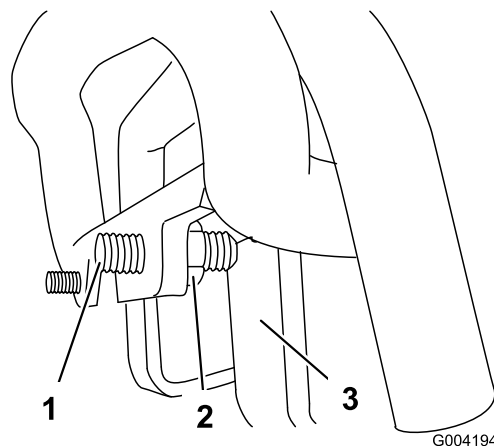

Figura 54
3. Se il trattore devia verso **sinistra**, allentare il controdado **destra** e regolare la vite di registro sulla parte anteriore del comando della trazione (Figura 54).
4. Se il trattore devia verso **destra**, allentare il controdado **sinistro** e regolare la vite di registro sulla parte anteriore del comando della trazione (Figura 54).